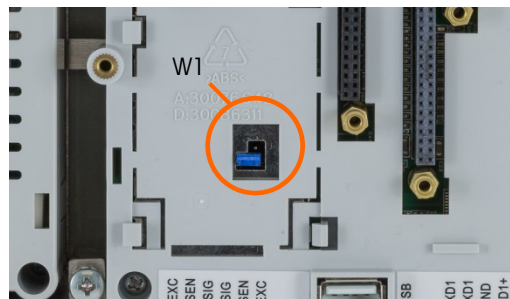

Figura 2-121: Ubicación de la conexión en puente de milivoltios W1, PCB principal
La versión IDNet de la tarjeta principal del IND570 no tiene conexiones en puente. Hay una conexión en puente en la tarjeta principal (W1) de la báscula analógica IND570. Esta conexión en puente selecciona una operación con 2 mV/V o 3 mV/V del circuito analógico. La posición predeterminada de fábrica de 3 mV/V. Consulte la Figura 2-121 para ver la ubicación de la conexión en puente y la Figura 2-122 para sus configuraciones.
- Cuando se retira la conexión en puente W1 para operación con 3mV/V, vuelva a colocarla en solo una de las patillas como se muestra en la Figura 2-121 y a la izquierda en la Figura 2-122. Si esta conexión en puente no está colocada correctamente, la tapa de plástico sobre la tarjeta principal no ajustará adecuadamente. Si esto ocurre, no fuerce la tapa de plástico hacia abajo. Quite la tapa y coloque la conexión en puente como se muestra.